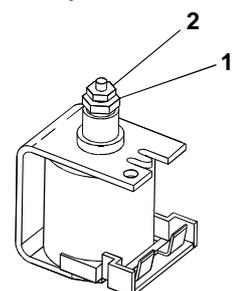

Bild 2
**Einstellung der minimalen Leistung, sofern nicht über das Einstell-Potentiometer CH-POWER (P3) möglich** (siehe hierzu Bild 2 und 3):
- den minimalen Düsendruck nach Tabelle einstellen; dies geschieht mit einem 9 mm-Gabelschlüssel an der Mutter (1, Bild 2).
**Einstellung der maximalen Leistung, sofern nicht über das Einstell-Potentiometer CH-POWER (P3) möglich** (siehe hierzu Bild 2 und 3):
- den maximalen Düsendruck nach Tabelle einstellen; dies geschieht mit einem 7 mm-Gabelschlüssel an der Mutter (2, Bild 2), dabei muß die darunter befindliche Mutter (1) in ihrer Einstellung festgehalten werden